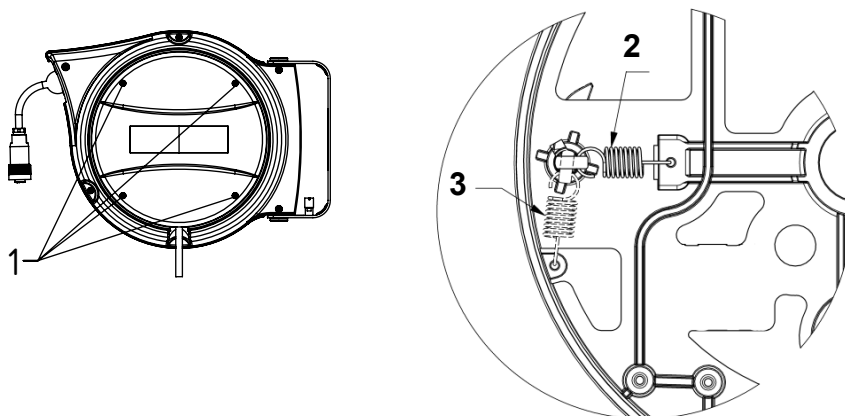

Fig. 9 :
- Desserrer les quatre vis (1) et retirer le cache latéral (voir fig. 9).